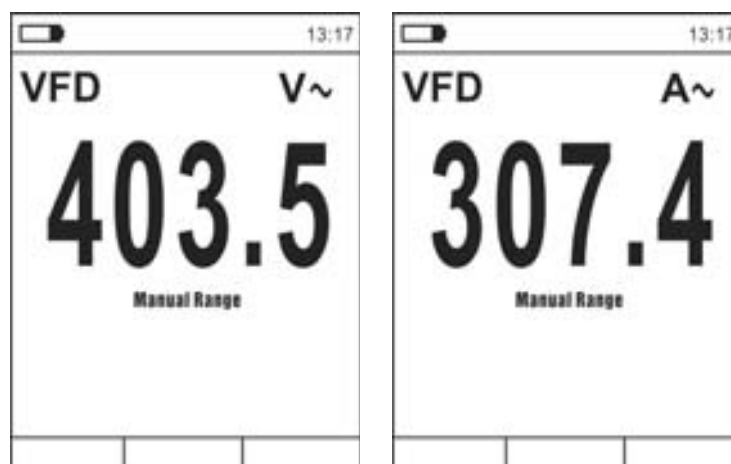

Fig. 11: Description mesure de Tension ou Courant CA en mode VFD
3. Appuyer longue sur la touche **MODE/VFD** et sélectionner le mode “VFD” (voir Fig. 11)